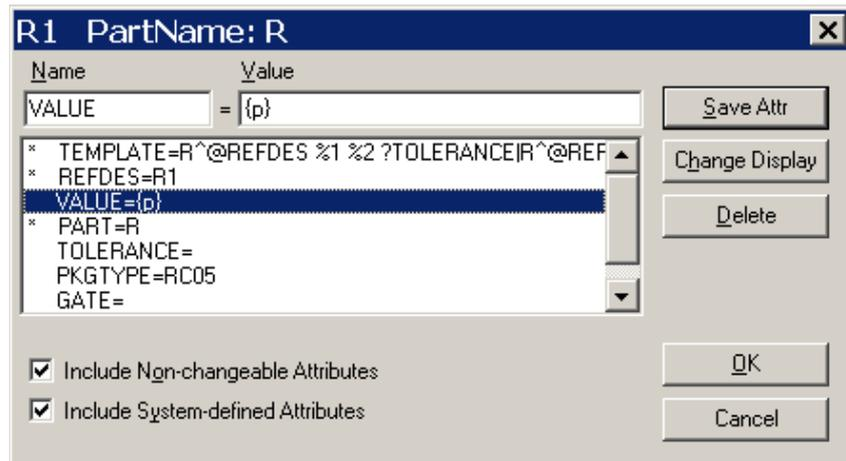
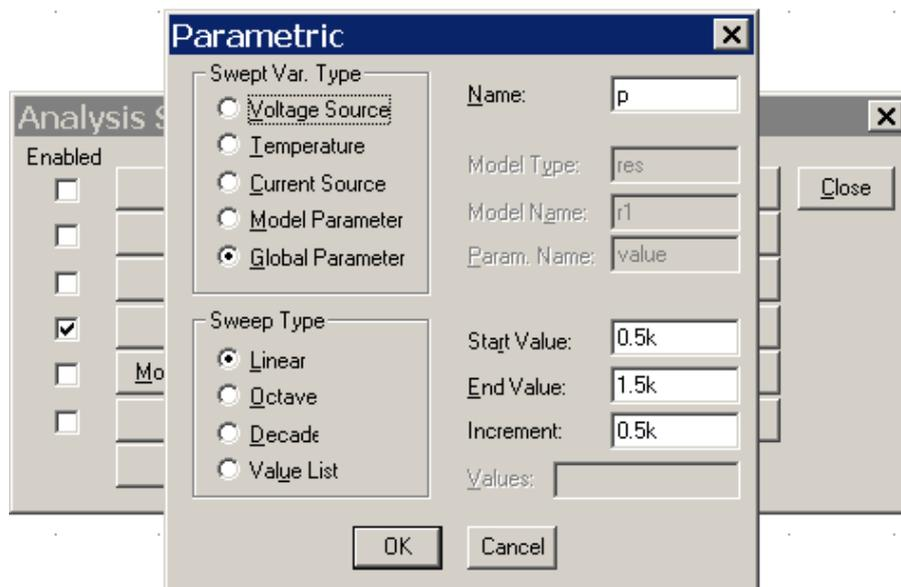

Рисунок 5.7 – Установление связи резистора R1 с глобальным параметром
Рисунок 5.8 – Настройка глобального параметра
5.4.4 Номинал резистора R1 связать с глобальным параметром (рис. 5.7). Вызвать окно настройки (рис. 5.8), задать диапазон (**Start Value**, **End Value**) и шаг изменения (**Increment**) параметра.